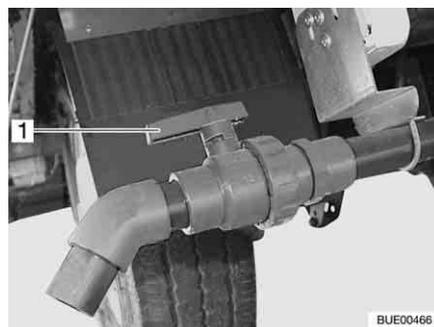

Bild 204 Ablasshahn
- Griff (Bild 204,1) des Ablasshahns in Fließrichtung drehen.